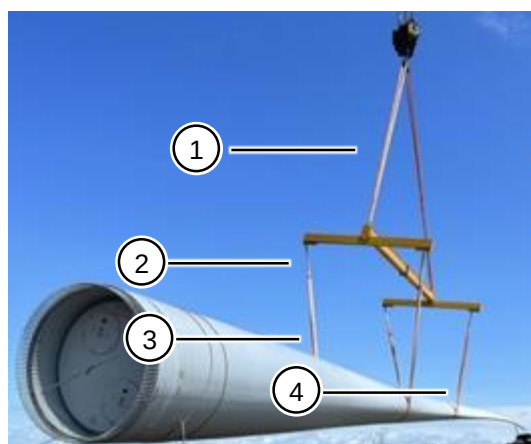

图 7-18 安装 45t 叶片吊具（单车）
- b. 若叶片在机位（主吊满足吊装条件）的情况下，按照图 7-18 采用单车抬吊的方式卸车。吊梁有单梁和工字梁两种。